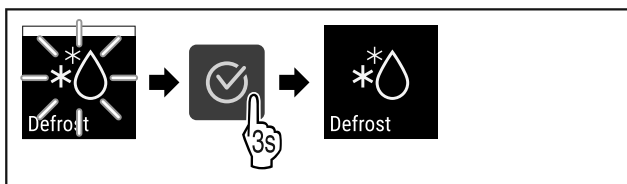

Fig. 87
- ▶ Izvedite zahtevane korake (glejte Fig. 87) .